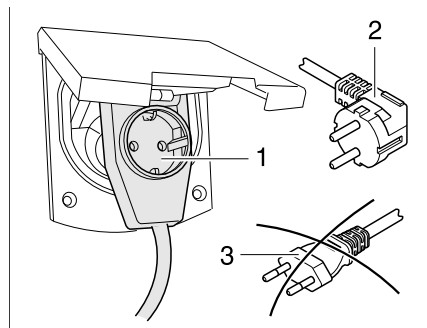

Fig. 304 Raccordement à un adaptateur coudé avec prise de courant
- ▶ En cas d'utilisation d'une prise CEE 17 coudée avec prise de courant en face arrière (Fig. 304,1), utiliser uniquement une fiche caoutchoutée et scellée IP 44 avec contact de mise à la terre (Fig. 304,2). Ne pas utiliser de fiche sans contact de mise à la terre (Fig. 304,3). Danger d'électrocution !